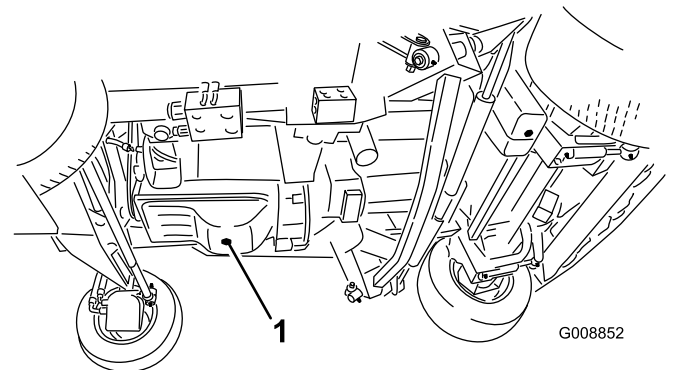

Figure 61
1. Retirez le bouchon de vidange et faites couler l'huile dans un bac de vidange (Figure 61).